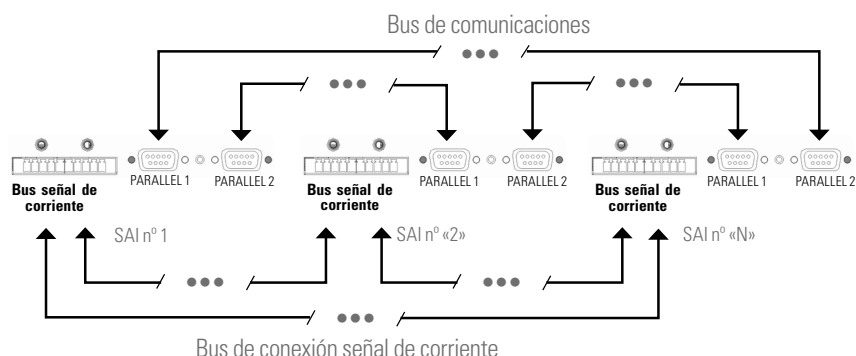

Fig. 65. Conexión bus de comunicación y señal de corriente.
- **Bus de señal de corriente.** Utilizar la manguera con conectores en los extremos para unir la señal de corriente entre equipos correlativos, tal y como se muestra en la Fig. 65. Finalmente, cerrar el bucle del bus entre el último equipo y el primero.